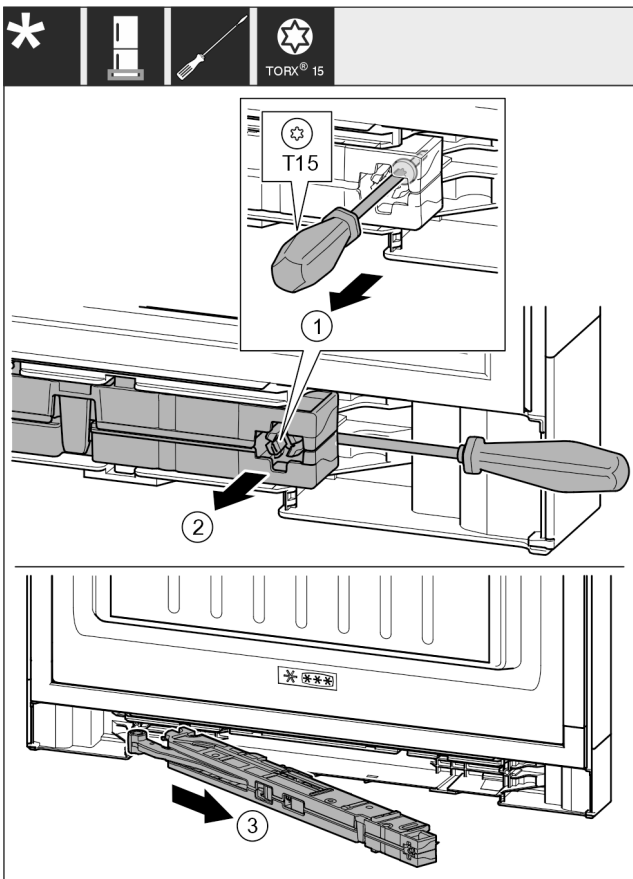

Fig. 16
- Lironi vidën Fig. 16 (1) në njësinë e amortizatorit të mbylljes me kaçavidë 14 mm.
- Ngrini lart nga përpara njësinë e amortizatorit të mbylljes Fig. 16 (2) në anën e dorezës me një kaçavidë.
- Nxirrni jashtë njësinë e amortizatorit të mbylljes Fig. 16 (3).